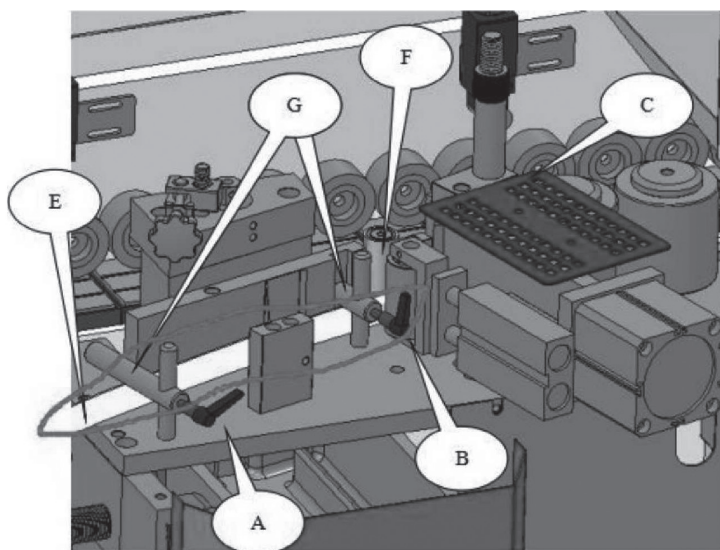

Figura 4
2. Coloque a fita de borda, veja a figura 4.